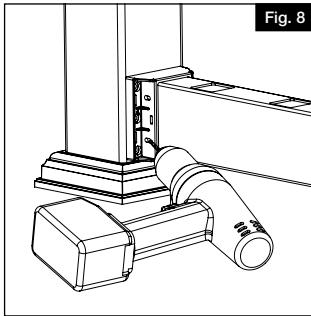

Fig. 8
- d. Asegúrese de que el soporte esté centrado en el poste. A continuación, con una broca de $\frac{1}{8}$ ", taladre el primer agujero para el tornillo del soporte inferior a través del agujero del soporte y el poste (utilice los cuatro agujeros de las esquinas exteriores) (Fig. 8).